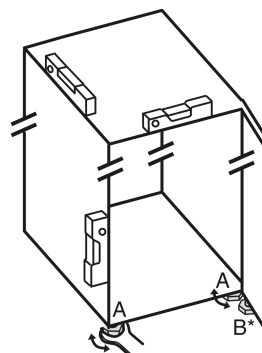

Fig. 48
- ▶ Extrageți prin rotire picioarele reglabile Fig. 48 (A) cu cheia fixă atașată și cu ajutorul unei nivele cu apă, până când aparatul este fix și aliniat plan.
- ▶ Extrageți prin rotire piciorul reglabil Fig. 48 (B) de la suportul de lagăr cu cheia fixă atașată, până când acesta atinge solul.
- ▶ Continuați să rotiți piciorul reglabil Fig. 48 (B) cu 90°.